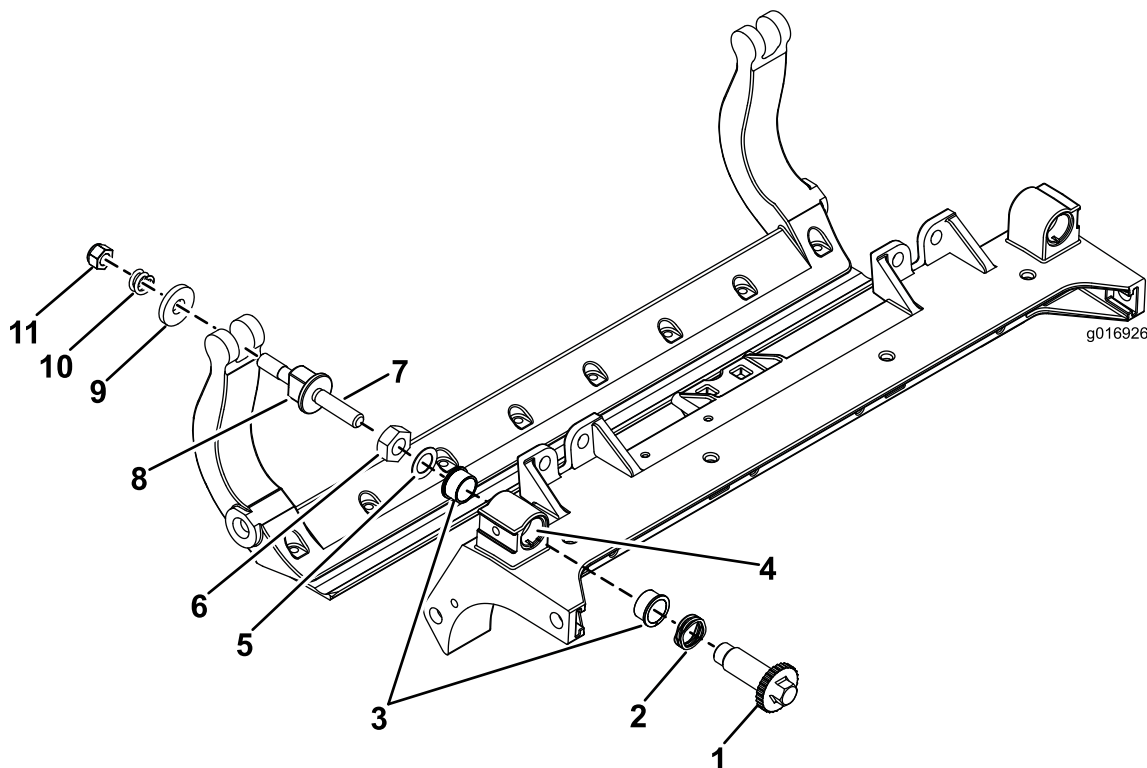

Figura 33
1. Retire todas as peças (consulte as *Instruções de instalação* do Kit DPA HD Modelo n.º 120-7230 e Figura 33).
2. Aplique Never Seize no interior da área dos casquilhos na estrutura central da unidade de corte (Figura 33).
3. Alinhe as chaves nos casquilhos das flanges com as ranhuras na estrutura e instale os casquilhos (Figura 33).
4. Instale uma anilha ondulada no veio do ajustador e deslize o veio do ajustador para os casquilhos da flange na estrutura da unidade de corte (Figura 33).
5. Prenda o veio ajustador com uma anilha plana e porca de bloqueio (Figura 33). Aperte a porca de bloqueio com 20 a 27 Nm.
9. Fixe a barra de apoio a cada um dos lados da placa lateral com as cavilhas (porcas flangeadas nas cavilhas) e com as 6 arruelas. Deve colocar uma anilha de nylon em cada um dos lados da placa lateral. Coloque uma arruela de aço no exterior de cada uma das arruelas de nylon (Figura 33). Aperte os parafusos da barra de apoio a 27-36 Nm. Aperte as porcas até que a anilha de